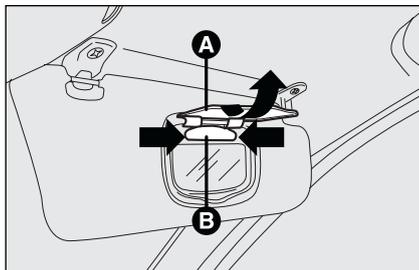

fig. 49
- ouvrir la couverture **A-fig. 49** du miroir;